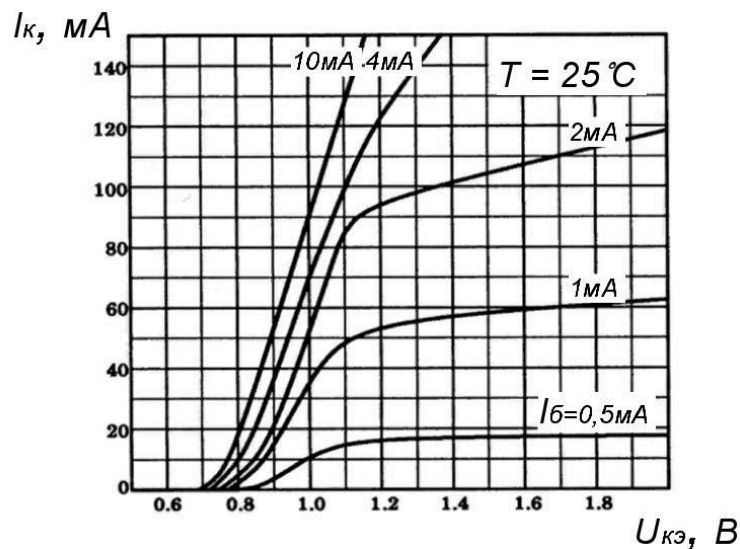

Рисунок 22 – Вольтамперные характеристики транзистора дискретного выхода
Дискретные выходы реализованы на основе NPN-транзисторов и работают в импульсном режиме. Расходомер генерирует импульс при прохождении через измерительную трубу заданного объема жидкости. Пример подключения дискретного выхода «OUT1» приведена на рисунке (21). Предельные параметры для выхода составляют 300 В/150 мА/100 мВт. Рекомендуемый ток составляет 2 мА (рисунок 22).